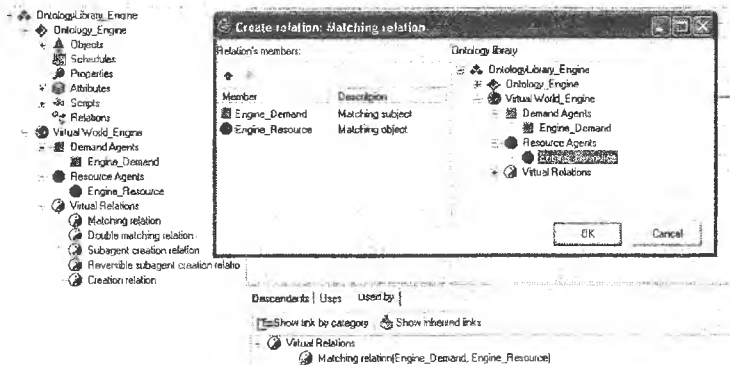

Рис. 15. Связывание отношением матчинга концептов *Engine\_Demand* и *Engine\_Resource*
- Установите отношение одностороннего матчинга между концептами агента заказа *Engine\_Demand* и агента ресурса *Engine\_Resource*. Для этого в категории *Virtual Relations* выделите концепт *Matching relation* и в контекстном меню выберите *Establish relation*. В правом окне раскройте дерево агентов виртуального мира, а в нем – категории *DemandAgents* и *ResourceAgents*. В качестве *Matching subject* выберите *Engine\_Demand*, а в качестве *Matching object* – *Engine\_Resource* (рис. 15).
Во вкладке *Used by* редактора свойств концепта «виртуальные отношения: отношение матчинга» можно видеть, что установлено отношение матчинга *Engine\_Demand.Engine\_Resource* (рис. 15).